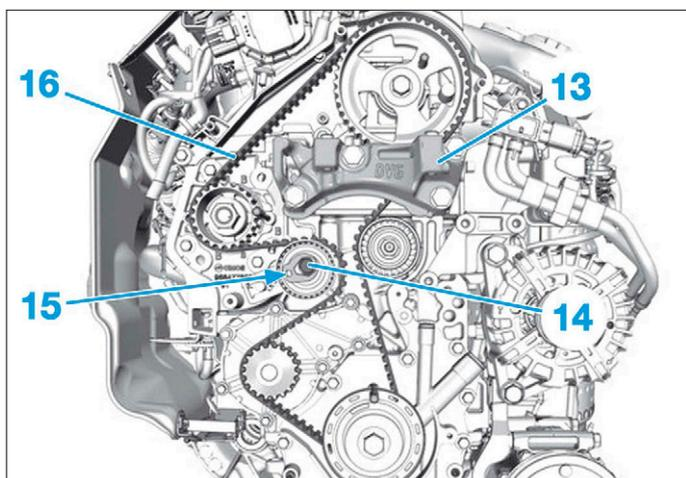

FIG. 10
- Déposer le support moteur intermédiaire (13) (Fig.10).
- Desserrer la vis (14).
- le support moteur intermédiaire (13) (Fig.10),